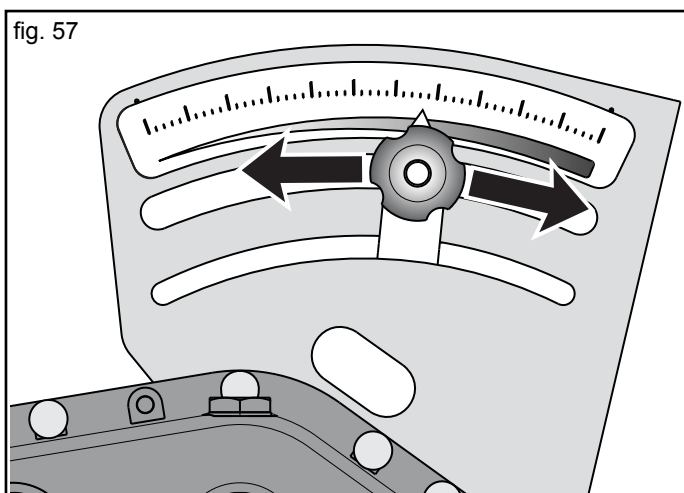

fig. 57
- 7) ... colocar la palanca en el fondo de la escala "55", colocarla nuevamente en "0" (cero) y luego colocarla sobre el valor seleccionado (en función de la cantidad de producto a distribuir) utilizando el pomo de regulación (Fig. 57).